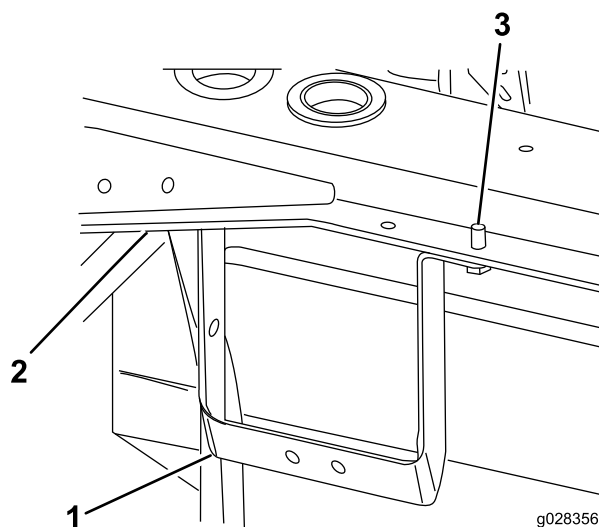

図 9
2. 左後フレームマウントに、バルクヘッド用ブラケットを取り付けるタップネジ 5/16 インチ 2本を使用する 図 9。